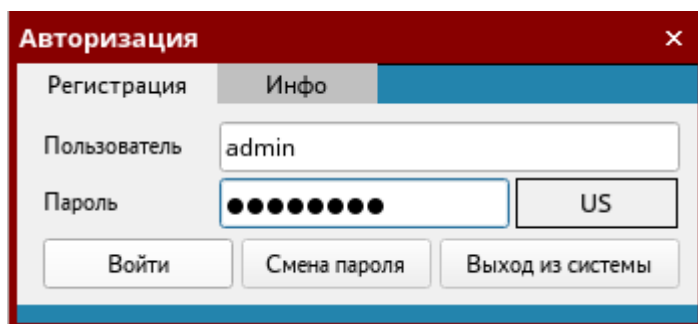
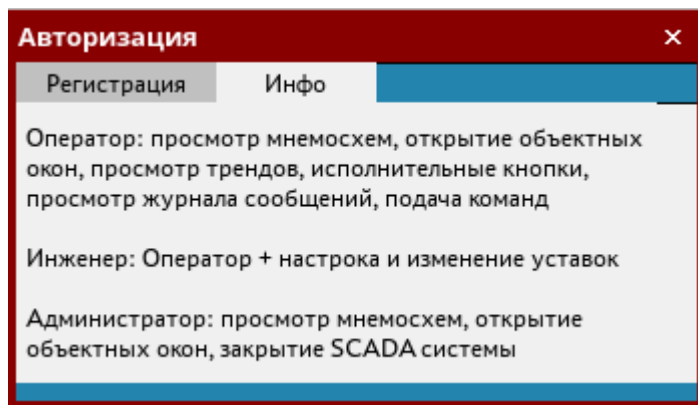

Рисунок 1 – Панель авторизации пользователя
Рисунок 2 – Панель статуса текущего пользователя
- в процессе загрузки среды визуализации Alpha.HMI появится диалоговое окно авторизации (см. Рисунок 1), в котором следует выбрать пользователя с соответствующим уровнем доступа из выпадающего списка и ввести пароль, после чего нажать курсором мыши кнопку «Войти». При вводе пароля символы заменяются специальными символами «●». Уточнить статус пользователя можно, нажав блокнотный корешок «Инфо» на панели авторизации (см. Рисунок 2);